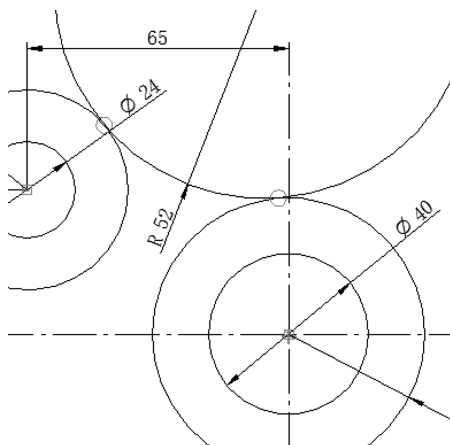

图 6-55 相切
(12) 单击【绘制草图】选项卡【相关】区域的 $\odot$ 【相切】按钮，依次使刚刚画的圆与下侧的两个圆相切，如图 6-55 所示。
(13) 单击【绘制草图】选项卡【绘图】区域下的 $\bigcirc$ 【圆】按钮下的【中心和点画圆】，在弹出的菜单栏中的直径 $\varnothing$: 【直径】中填入值 344mm，在点画线的中心处画一个直径为 344mm 的圆。然后在菜单栏中的直径 $\varnothing$: 【直径】中填入值